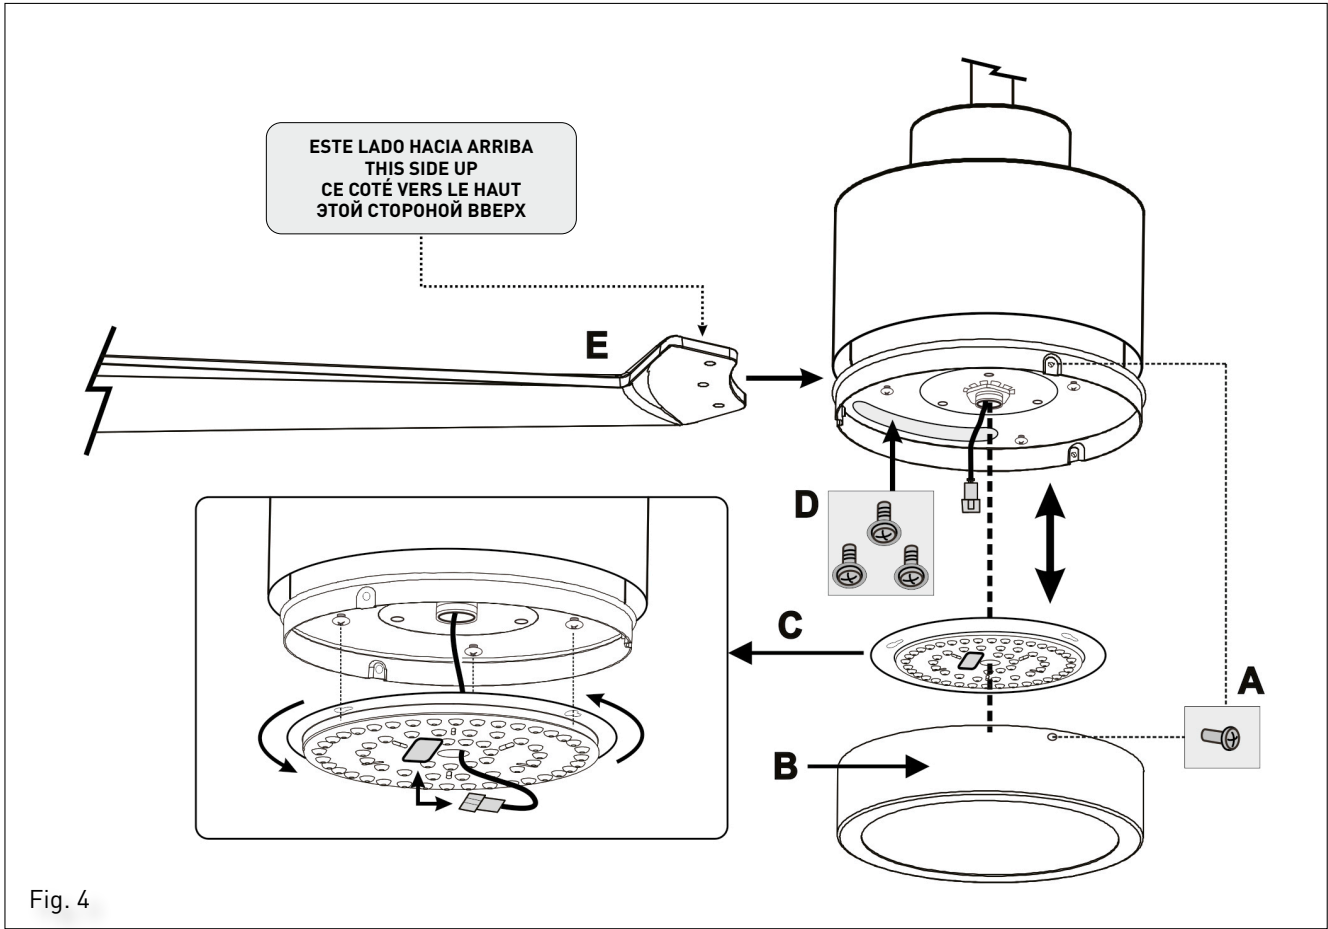

Fig. 4
5. Retirez les 3 vis (**Fig.4-A**) puis le cache des lampes led (**Fig.4-B**). Déconnecter le support des lampes led en débranchant le connecteur rapide. Retirez le support des lampes led comme indiqué sur le détail (**Fig. 4-C**).
6. Introduire les pales dans les fentes autour du bloc moteur et les fixer au bloc moteur avec les vis (**Fig.4-D**). Bien serrer les vis et s'assurer de la position correcte des pales selon l'indication «THIS SIDE UP» –ce côté vers le haut– (**Fig. 4-E**).
7. Une fois les 3 pales fixées, replacer le support des lampes led (**Fig.4-C**) et rebrancher le connecteur rapide. Terminer le montage en remplaçant le cache de la lampes led (**Fig.4-B**) et en le fixant avec les 3 vis (**Fig.4-A**).